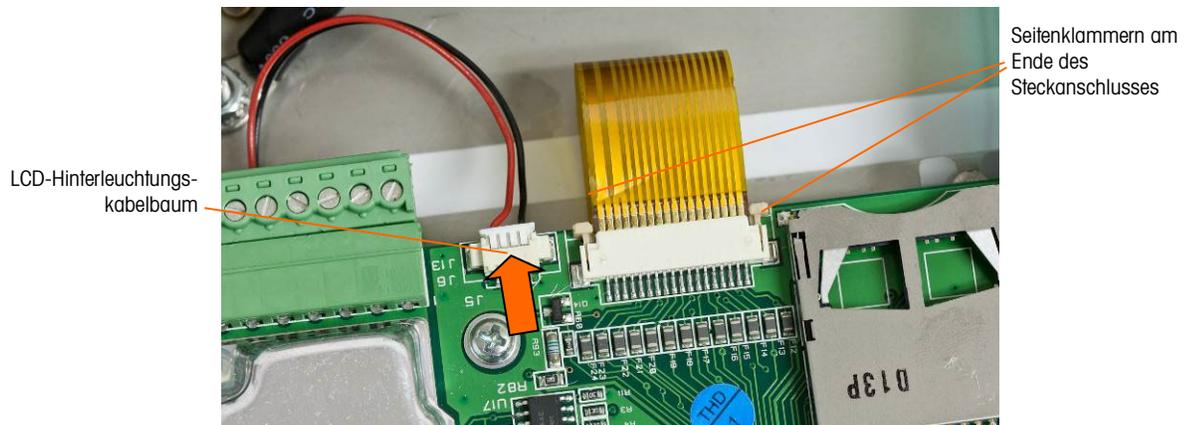

Abbildung 5-13: Ausbauen des Display-Kabelbaums
2. Um den mit der Display-Platine verbundenen Kabelbaum auszubauen, schieben Sie die beiden Kunststoffenden des Anschlusssteckers auf der Hauptplatine vorsichtig von der Mitte der Platine weg (zur Entlastung der Spannung auf dem Kabelbaum) und ziehen den Kabelbaum vom Steckanschluss ab. Die ist in Abbildung 5-13 dargestellt.
3. Bauen Sie den LCD-Hinterleuchtungskabelbaum (auch in Abbildung 5-13 dargestellt) aus, indem Sie ihn vorsichtig am linken und rechten Ende des Anschlusssteckers von der Platine weg ziehen. Ziehen Sie nicht an den Drähten, da ansonsten der Kabelbaum beschädigt werden könnte.